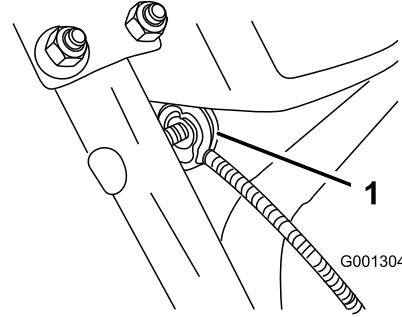

Figura 7
- Togliete il dado e la rondella dalla stegola, attaccate alla stegola il serrafiletto presente sul cavo, montate il dado e la rondella e serrate a mano il dado (Figura 7).